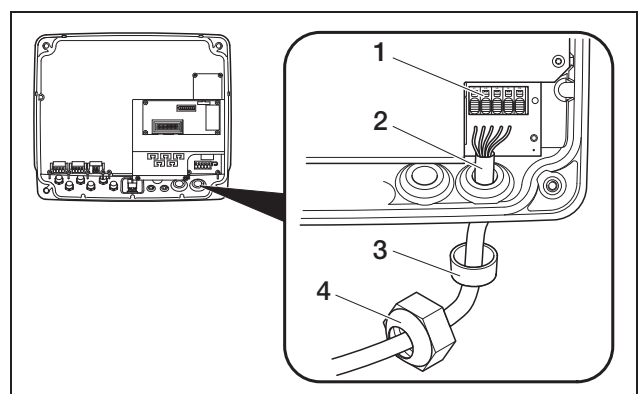

Abbildung 10: Netzzuleitung verlegen
- Fädeln Sie erst die abgeschraubte Überwurfmutter (4 in Abbildung 10) und dann den Dichtring (3 in Abbildung 10) auf die Netzzuleitung.